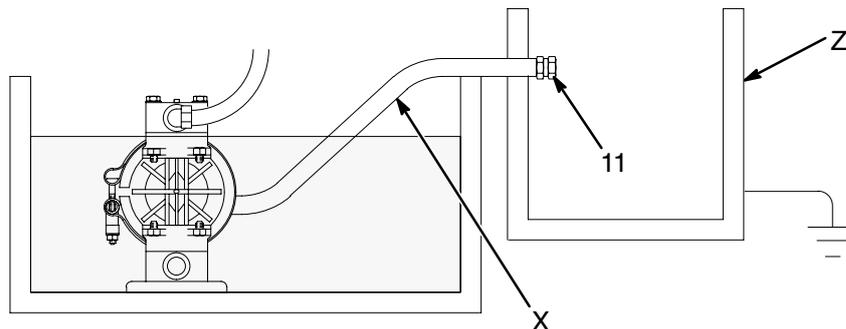

Abb. 6
Bei Membranriss wird die gepumpte Flüssigkeit mit der Luft abgeleitet. Ans Ende der Abluftleitung einen geeigneten Behälter stellen, um das Material aufzufangen. Siehe Abb. 6.
2. Einen elektrisch leitfähigen Abluftschlauch (X) einbauen und den Schalldämpfer an das andere Ende des Schlauches anschließen. Die minimale Größe für einen Abluftschlauch beträgt 10 mm Innendurchmesser. Wenn ein Schlauch, länger als 4,57 m erforderlich sein sollte, muss ein größerer Schlauchdurchmesser gewählt werden. Scharfe Biegungen oder Knicke im Schlauch vermeiden.
3. Einen Behälter (Z) an das Ende der Luftleitung stellen, um im Fall eines Membranrisses Material aufzufangen. Wenn das Material brennbar ist, den Behälter erden. Siehe Abb. 6.